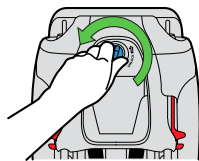

Figure 90
- Tournez le verrou du Panneau d'Accès vers la gauche et tirez pour l'enlever, tel qu'illustré dans la **Figure 90**.